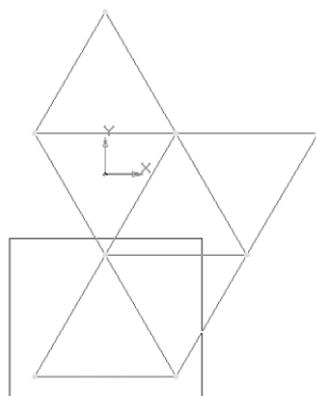
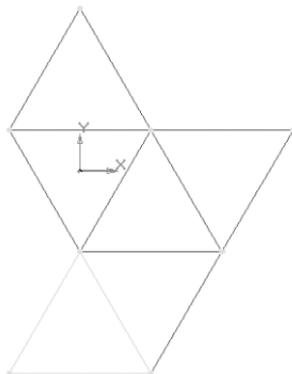

Рис. 384
Рис. 385
- на Компактной панели снова выберите кнопку переключения  – **Выделение**, команда  – **Выделить рамкой**. Обведите рамкой треугольник, как показано на рис. 384. Выделенный объект изменит цвет (рис. 385);